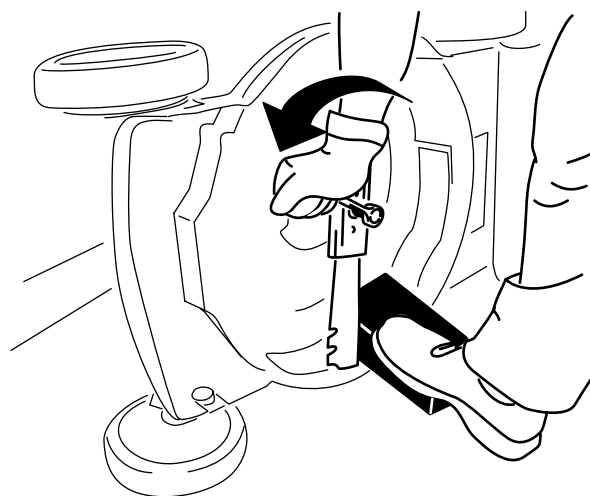

Figure 29
3. Immobilisez la lame avec un morceau de bois (Figure 29).
4. Déposez la lame mais ne jetez pas les fixations (Figure 29).